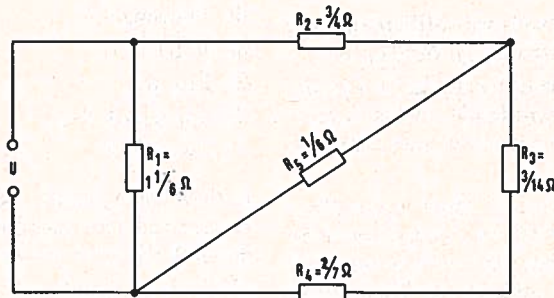

FIG. 1
21. Vijf weerstanden zijn geschakeld als in fig. 1 gegeven. Door  $R_1$  vloeit een stroom van  $21 \text{ A}$ . Bereken: